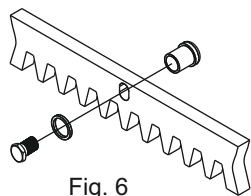

Fig. 6
5.2. Fijar en cada elemento de cremallera las lenguetas de soportar mediante los relativos tornillos de bloqueo, teniendo cuidado de posicionarlos en la parte superior del ojal. (Fig. 6);